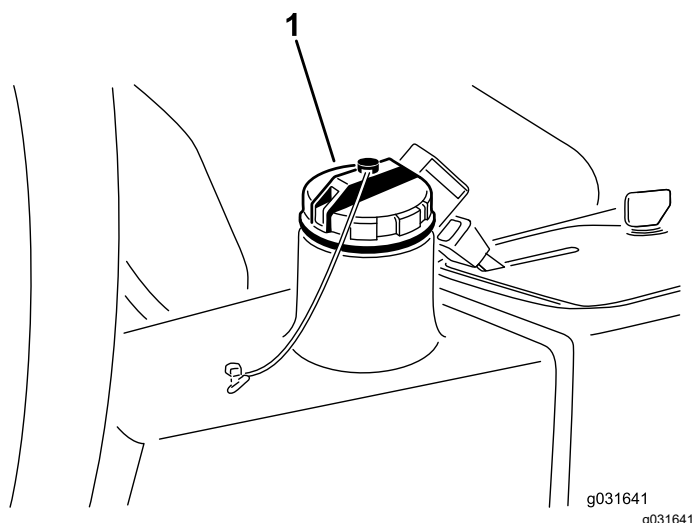

Figure 65
2. Nettoyez la surface autour du goulot de remplissage et du bouchon du réservoir hydraulique. (Figure 65)
3. Retirez le bouchon du réservoir hydraulique (Figure 65).